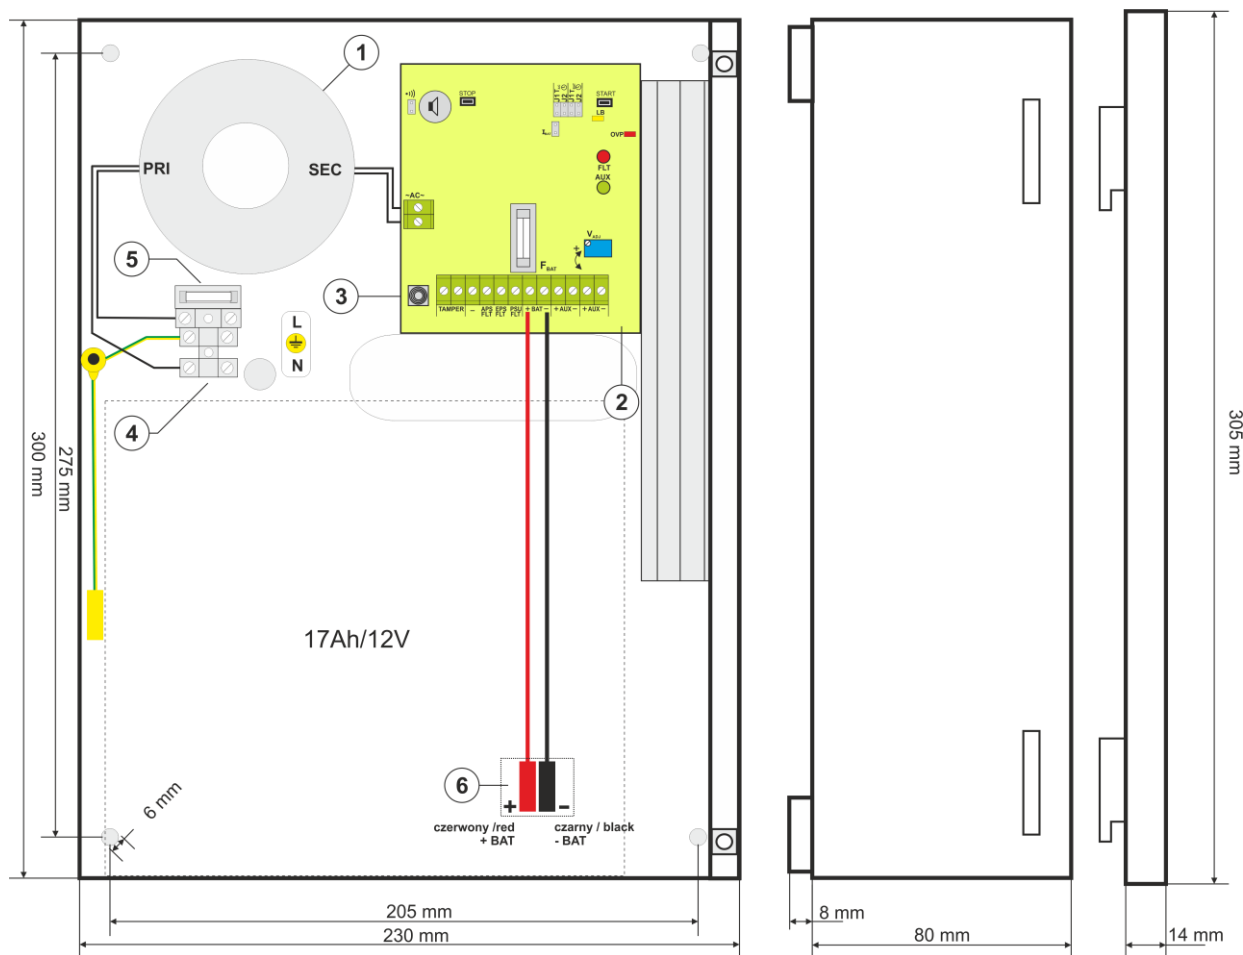

Bild. 3. Netzteil-Ansicht.
Tabelle 2. Elemente des Netzteils (siehe Bild 3).
Befestigung	Siehe Bild 3
8. Den Akku an angewiesenen Stelle des Gehäuses (Abb. 3) montieren. Den Anschluss zwischen dem Akku und der Netzteilplatte ausführen. Dabei auf die Einhaltung der entsprechender Polarität besonders Acht zu geben.